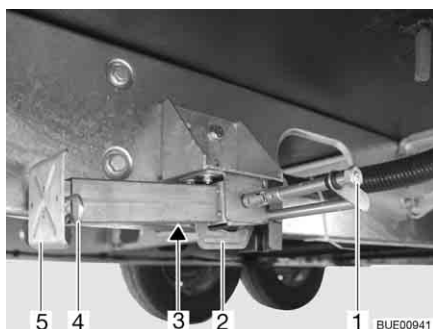

Fig. 20 Piedino di stazionamento
- Inserire la chiave a tubo nell'esagonale (Fig. 20,1) e ruotare fino a quando il piedino di stazionamento non si trova in posizione verticale verso il basso.
- Se la lunghezza del piedino di stazionamento è regolabile, sfilare la copiglia (Fig. 20,4) dal piede del prolungamento (Fig. 20,5).
- Inserire la chiave a tubo nell'esagonale (Fig. 20,1) e ruotare fino a quando il piedino di stazionamento non si stacca dal terreno.
- Spingere completamente all'interno il prolungamento dell'estremità del piedino (Fig. 20,5) e inserire la copiglia (Fig. 20,4) nel foro apposito.
- Girare sull'esagonale (Fig. 20,1), finché il piedino di stazionamento è orientato verso l'alto e la guida (Fig. 20,2) si trova proprio alla fine della scanalatura (Fig. 20,3).